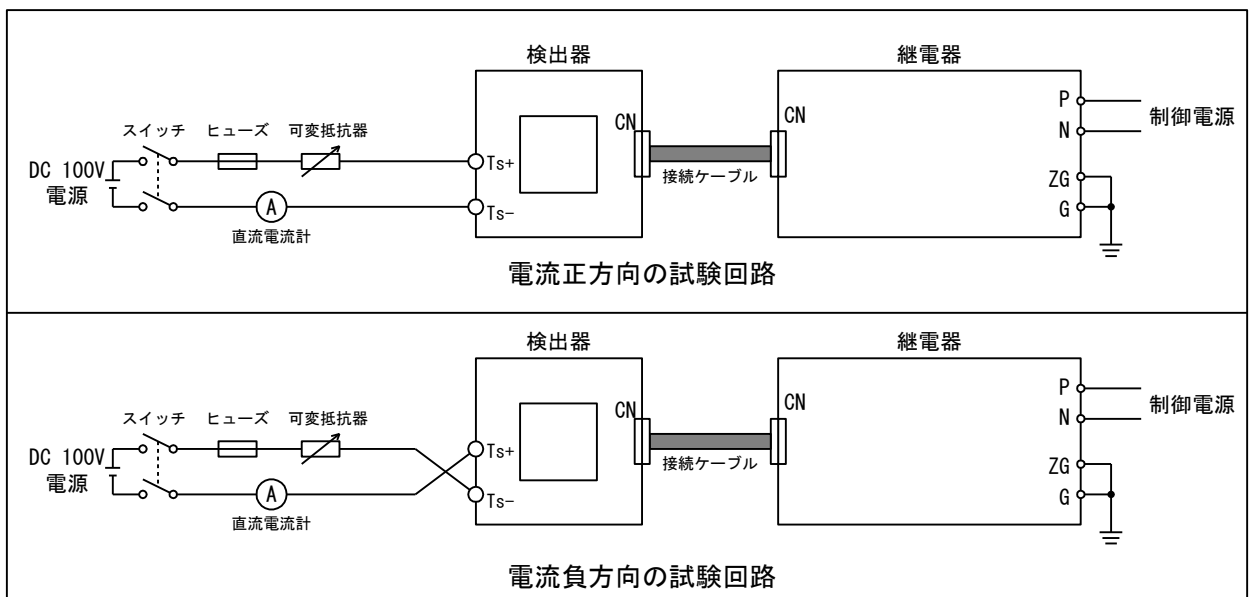

図 7.2.1.1 等価試験回路
等価試験回路を図 7.2.1.1 に示します。等価試験で使用する機器（設備）を表 7.2.1.1 に示します。
- ① 図 7.2.1.1 に示す試験回路を構成してください。
- ② 継電器の 1 系の試験を行う場合は 1 系の電源を投入し、2 系の電源は「切」にしてください。
- ③ 継電器の電源を投入後、15 分以上ウォームアップしてください。
- ④ 継電器の整定値を設定し、その整定値における等価電流を出荷時の試験成績書で確認してください。
- ⑤ 試験成績書に記載の等価電流より 1A 程度低い値の等価電流を通電してください。
- ⑥ 可変抵抗器を操作し、継電器が動作するまで等価電流を増加させてください。
- ⑦ 継電器が動作した時の等価電流を試験成績書のデータと比較して、誤差が±10%以内であれば正常です。±10%以内でない場合、装置の故障の可能性がありますので、弊社までご連絡ください。
- ⑧ 継電器の 2 系の試験を行う場合は 1 系の電源を「切」にして、2 系の電源を投入し、③～⑦の手順を実施してください。
- ⑨ 試験終了後、両系の電源を試験前の状態に戻してください。